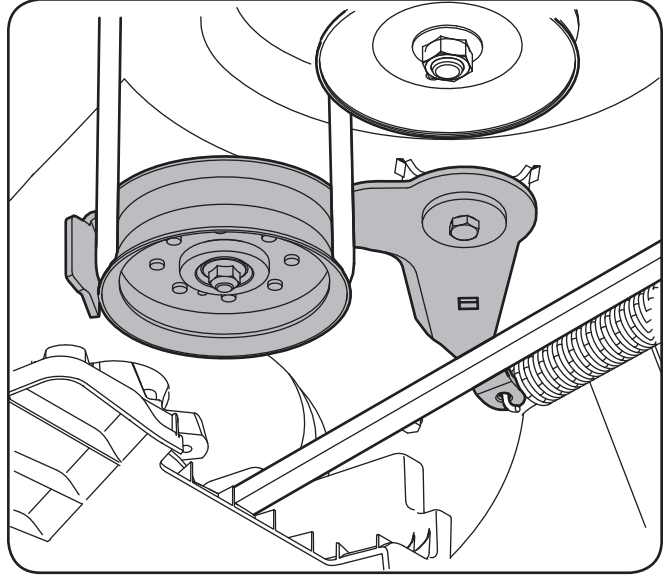

Figure 7-2
6. De la droite du tracteur, insérez une clé à cliquet de 1/2 po sur la droite du tracteur, réglée pour serrer, dans le trou carré sur le support de la poulie de tension. Voir la Figure 7-2.
7. Pivotez la clé vers l'avant pour faire avancer la poulie de transmission du plateau de coupe. Voir la Figure 7-2.